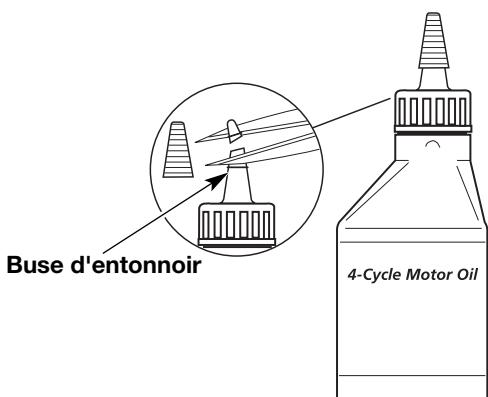

Fig. 6
Votre appareil est livré avec une bouteille d'huile SAE 30 SF, SG, SH de 90 ml (3,04 oz) (Fig. 6).
1. Dévisser le bouchon de la bouteille d'huile et retirez le papier couvrant l'ouverture. Replacez le bouchon. Coupez la pointe de la buse de l'entonnoir (Fig. 6).